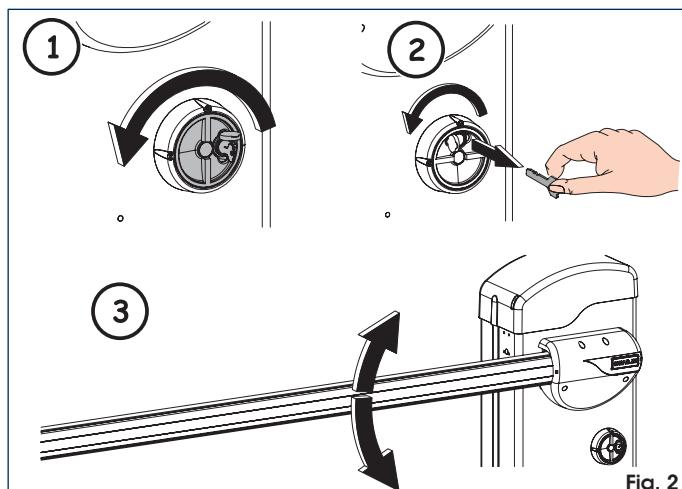

Fig. 2
- Gire el dispositivo de desbloqueo en sentido antihorario hasta su tope, fig. 2 ref. ①.
- Gire la llave en sentido antihorario hasta su tope y quitela, fig. 2 ref. ②.
- Mueva manualmente la barra hasta su tope, fig. 2 ref. ③.